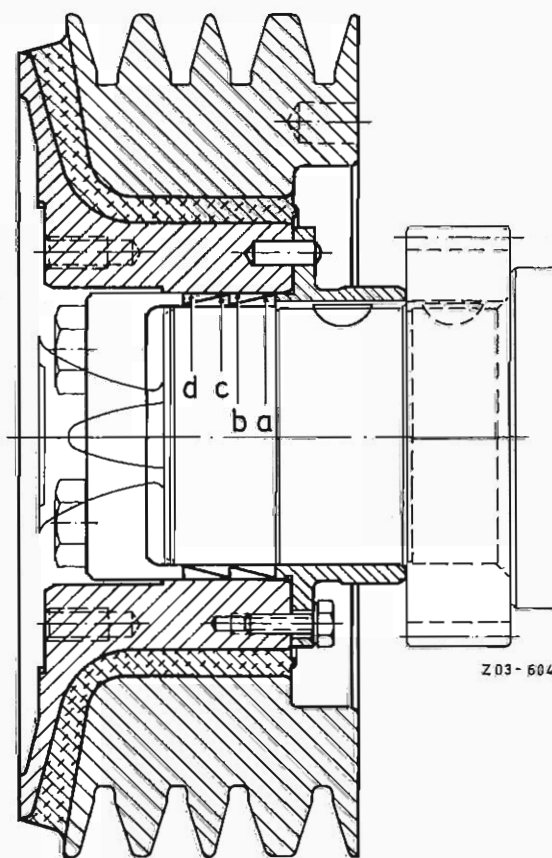

Bild 1
- 2 Spannelemente in der Reihenfolge a, b, c, d einsetzen (Bild 1).